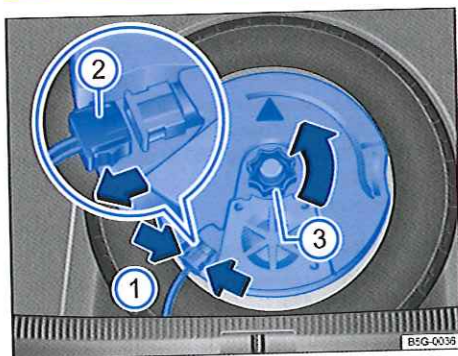

Fig. 263 Dans le coffre à bagages : dépose du subwoofer (variante 1)
- Pour déverrouiller la fiche ⇒ fig. 263 ②, comprimez les ergots de fixation ⇒ fig. 263 (flèches ①).
- Débranchez la fiche ② puis posez le câble électrique débranché sur le côté.
- Dévissez la molette ③ en la tournant dans le sens inverse des aiguilles d'une montre (flèche).
- Branchez la fiche ⇒ fig. 263 ② jusqu'à ce qu'elle s'encliquette de manière audible.
- Tournez dans le sens des aiguilles d'une montre la molette ③ sur la goupille filetée jusqu'à ce que le subwoofer soit correctement fixé.